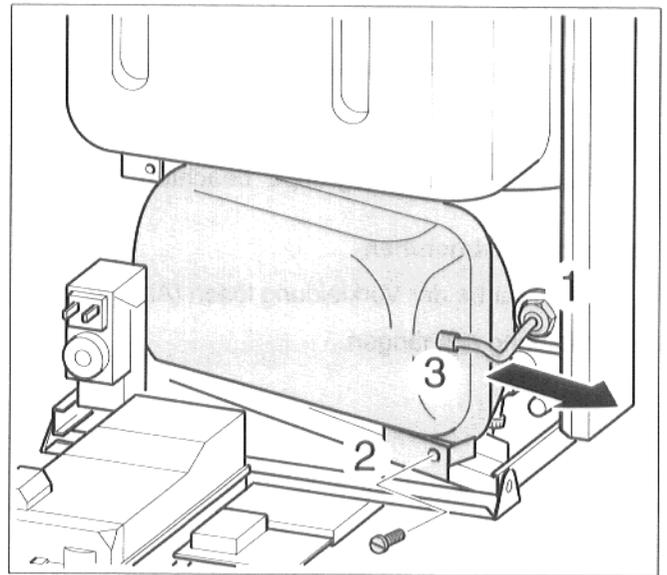

Abb. 7 Ausdehnungsgefäß demontieren (GB112-11)
- GB112-11: Verschraubung am Ausdehnungsgefäß lösen (Abb. 7, Pos. 1).
- GB112-11: Haltewinkel abschrauben (Abb. 7, Pos. 2).
- GB112-11: Verschraubung (Abb. 7, Pos. 3) nachziehen.